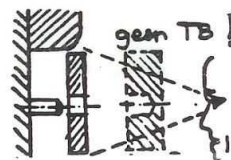

Fig.32
- tracht dit constructief zoveel als mogelijk is te vermijden en als het enigszins mogelijk is op een andere oriëntatie mogelijkheid over te stappen (zie fig. 32). Hierbij hoeft geen TB meer te worden geanalyseerd!